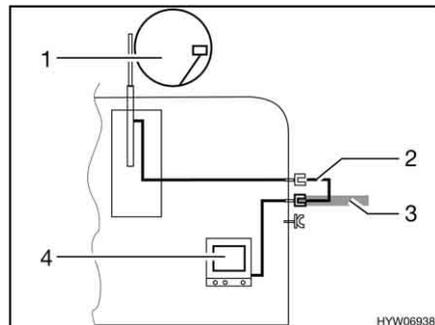

Fig. 177 TV nel veicolo
- TV nel veicolo (Fig. 177,4): Collegamento all'antenna del tetto (Fig. 177,1) con cavo di collegamento (Fig. 177,2)
- TV nel veicolo (Fig. 177,4): Collegamento a antenna esterna (Fig. 177,3)